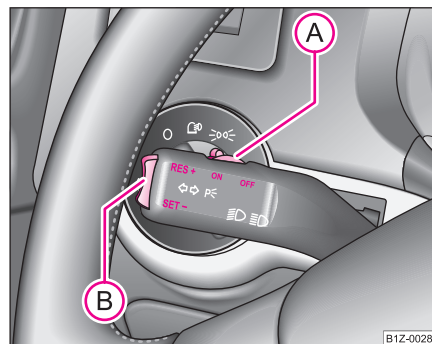

Fig. 134 Palanca de mando: pulsador y conmutador corridizo del sistema regulador de la velocidad
- Pulsar el conmutador (A) ⇒ página 150, fig. 134 desplazándolo a la posición **ON**.
- Tras alcanzar la velocidad deseada, presione el pulsador (B) a la posición **SET**.
- La velocidad memorizada se puede **aumentar** sin tener que pisar el acelerador desplazando la tecla (B) ⇒ página 150, fig. 134 a la posición **RES**.
La **reanudación** de la velocidad memorizada se efectúa soltando el pedal de freno o el del embrague, sólo el de freno en los vehículos con cambio automático, y después de pulsar brevemente la tecla **(B)** ⇒ página 150, fig. 134 a la posición **RES** (REAN.).
- Pulsar el conmutador **(A)** ⇒ página 150, fig. 134 desplazándolo a la posición **OFF**. ■